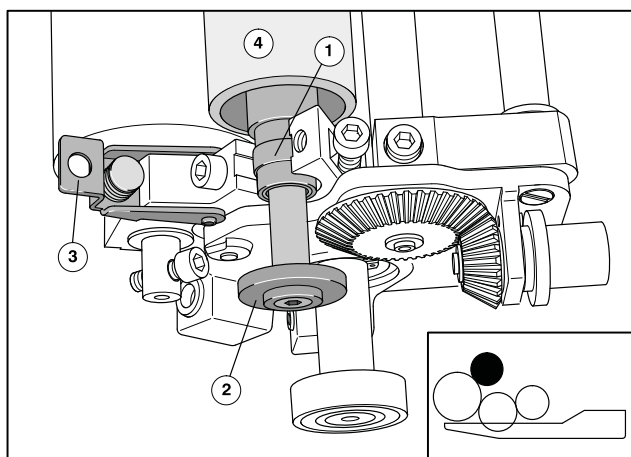

図31 水なしローラ(リルサン)の取り付け
- ❶ 湿し装置の上下を逆にします。
- ❷ 軸受けブッシュ(図31/❶)を、水なしローラのシャフト上で横にずらして、軸受けシェルに合わせます。横振りのための駆動プレート(図31/❷)は操作側にあります。
- ❸ 水なしローラを取り付けます。ローラの軸受けブッシュを、軸受けシェルに入れてください。
- ❹ 軸受けキャップ(図31/❸)を軸受けブッシュ(図31/❶)の上に倒します。
- ❺ 軸受けキャップ(図31/❸)をホルセットネジで軸受けに固定します。